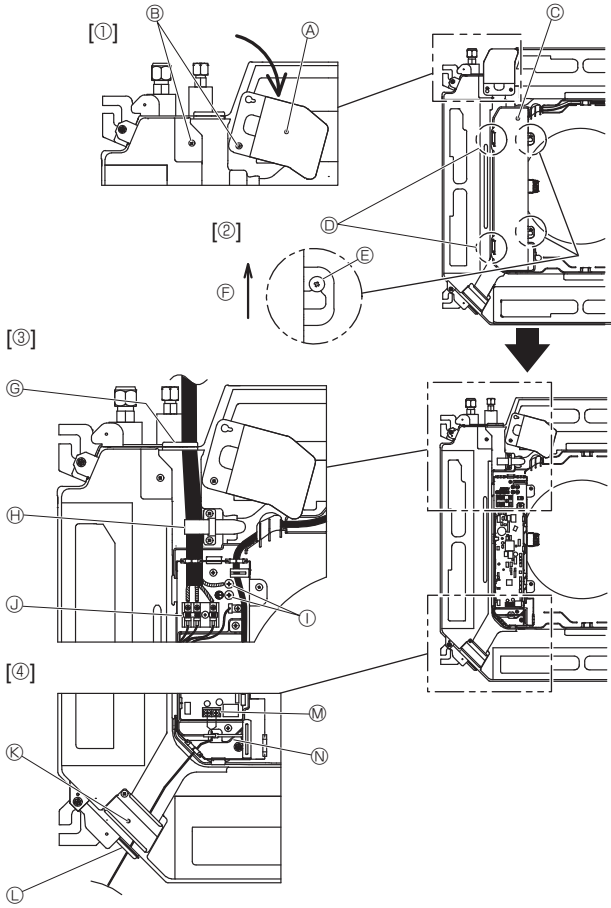
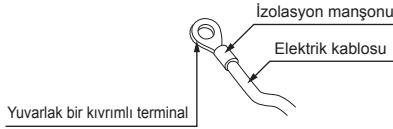
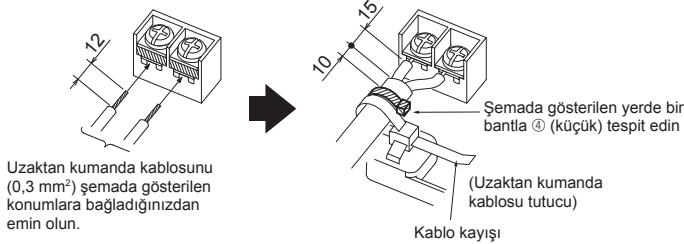

Fig. 6-1
Fig. 6-2
Fig. 6-3
6.1. İç ünite (Fig. 6-1)
- Elektrik kablosu servis panelini sabitleyen iki vidayı sökün ve ardından elektrik kablosu servis panelini çevirin. [Fig. 6-1 ①]
- Elektrikli kutusu kapağını sabitleyen iki vidayı sökün ve ardından elektrik kutusu kapağını kaydırarak çıkarın. [Fig. 6-1 ②]
- Kabloyu, iç/dış ünite bağlantı kablosunu ve toprak kablosunu şemada [Fig. 6-1 ③] verilen kablo girişlerinden geçirin. Güç kablosunun ve iç/dış ünite bağlantı kablosunun kılıf kısmını elektrik kutusuna koyun. İç/dış ünite bağlantı terminalinin bağlantısı ve isteğe bağlı güç besleme terminali için yuvarlak kıvrımlı terminalleri kullanın. [Fig. 6-2] Fig. 6-3–6-6'da belirtilen yöntemleri izleyerek yuvarlak kıvrımlı terminaller kullanmadığınızda. Bağlantı için 6.1.1. ve 6.1.2. bölümlerine başvurun.
- Uzaktan kumanda kablosunu şekilde gösterilen kablo girişlerinden geçirin ve bağlayın. [Fig. 6-1 ④, Fig. 6-3] Bağlantı için 6.1.1. ve 6.1.2. bölümlerine başvurun.